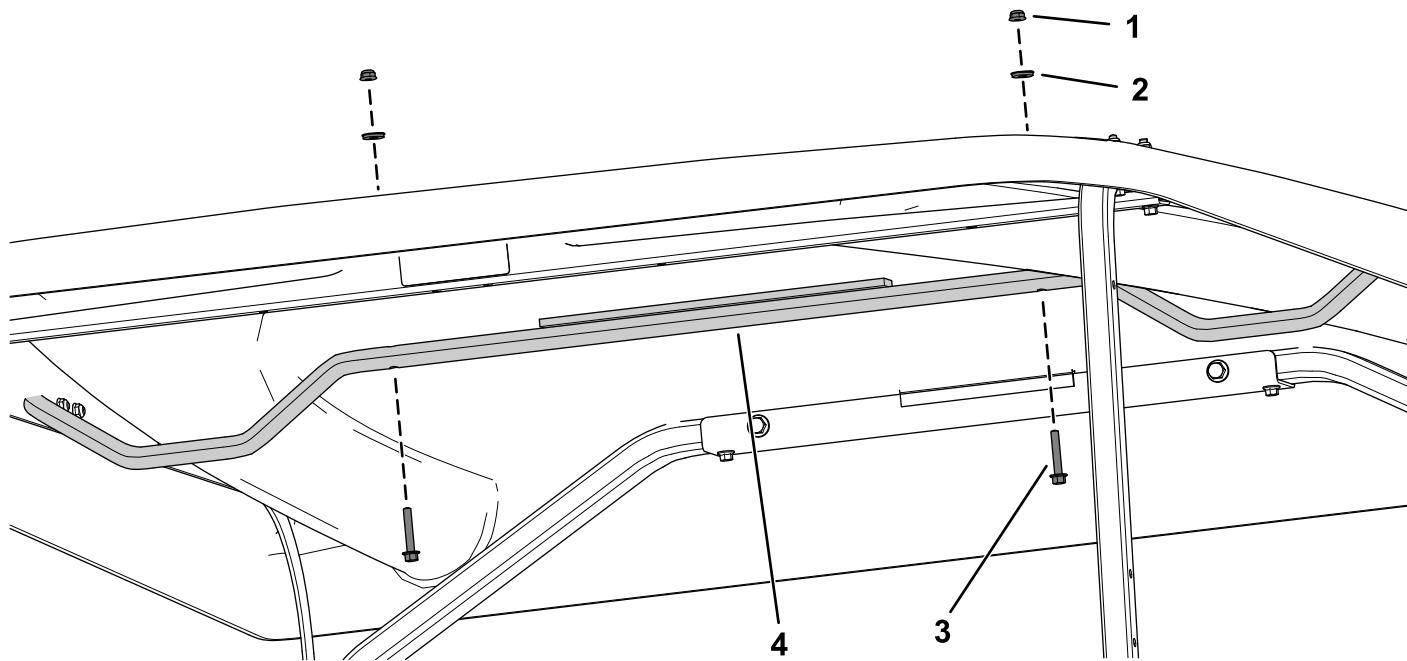

Figure 20
4. Fixez le tube de support à l'abri au moyen de 2 boulons à embase ($\frac{1}{4}$ " x $1\frac{1}{2}"), 2 rondelles d'étanchéité et 2 contre-écrous ($\frac{1}{4}"), comme montré à la Figure 20.$$